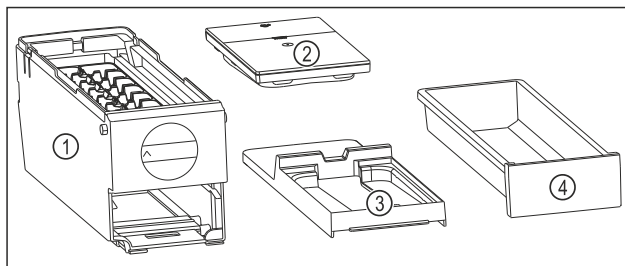

Fig. 108 Części dla EasyTwist-Ice
- ▷ EasyTwist-Ice jest rozłożony na cztery części. (patrz Fig. 108)
- ▶ Należy demontować EasyTwist-Ice wyłącznie na przedstawione części. (patrz Fig. 108)
- ▶ Czyścić korpus EasyTwist-Ice Fig. 108 (1) w całości.